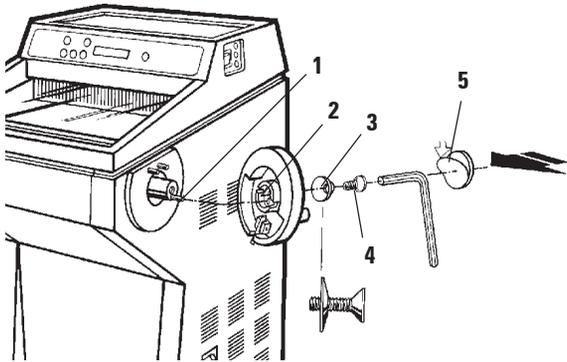

Fig. 5
- Insertar la espiga (1) del eje del volante en el orificio (2) del volante.
- Montar la arandela de resorte (3) sobre el tornillo (4) - vea Fig 5.
- Apretar el tornillo (4) con una llave Allen de 5 mm.
- Aplicar la tapa de protección (5) (autoadhesiva).